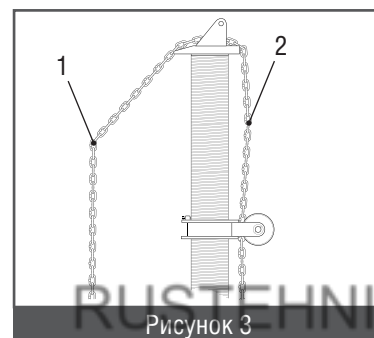

Рисунок 3
- Натяните цепь под углом 45° (1), ослабьте цепь в подъёмной части (2) силового устройства и выберите требуемую длину (рисунок 3).